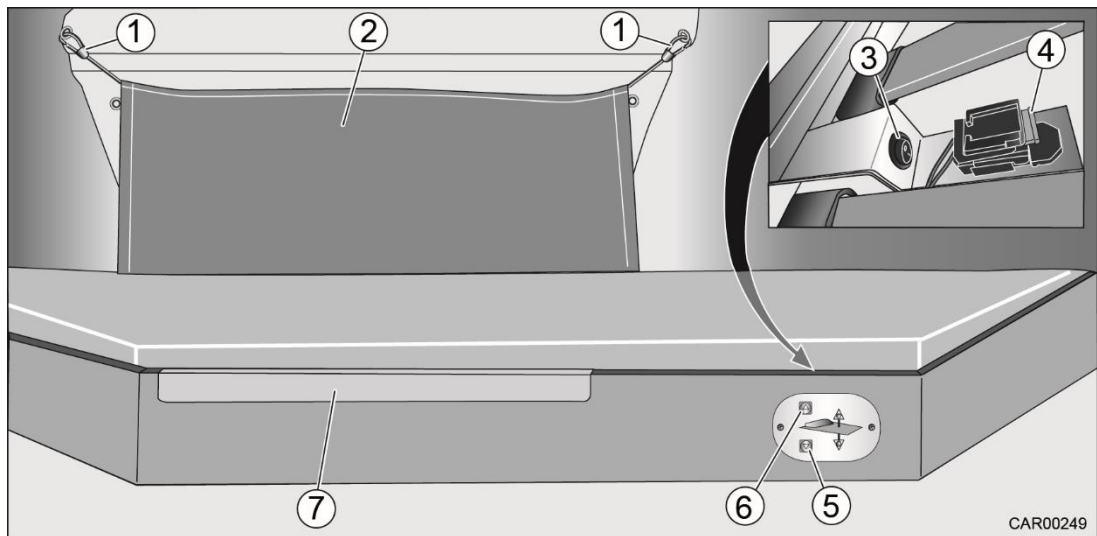

Fig. 69 Lit de pavillon central électrique, abaissé
3. Activer le panneau de commande du lit de pavillon avec l'interrupteur (Fig. 69/3) au dos du panneau de commande.
4. Déplacer le lit de pavillon vers le bas en appuyant sur la touche fléchée ▼ (Fig. 69/5). Le lit de pavillon peut être arrêté à toute position souhaitée et stoppe automatiquement en position extrême.
5. Mettre en place un filet de sécurité (Fig. 69/2). Pour cela, accrocher les deux mousquetons (Fig. 69/1) par le haut dans les crochets.
6. Accrocher l'échelle fournie dans le rail prévu à cet effet (Fig. 69/7).
2. Décrocher le mousqueton (Fig. 69/1) du filet de sécurité (Fig. 69/2) et poser le filet de sécurité sans plis sur le lit de pavillon.
4. Activer le panneau de commande du lit de pavillon avec l'interrupteur (Fig. 69/3) au dos du panneau de commande.
5. Déplacer le lit de pavillon vers le haut en appuyant sur la touche fléchée ▲ (Fig. 69/6). Le lit de pavillon peut être arrêté à toute position souhaitée et stoppe automatiquement en position extrême.
- Après l'actionnement du lit de pavillon, toujours désactiver le panneau de commande du lit de pavillon avec l'interrupteur (Fig. 69/3) au dos du panneau de commande.
- Si le fusible (Fig. 69/4) doit être changé, Veuillez n'utiliser qu'un fusible de même type et de même valeur.